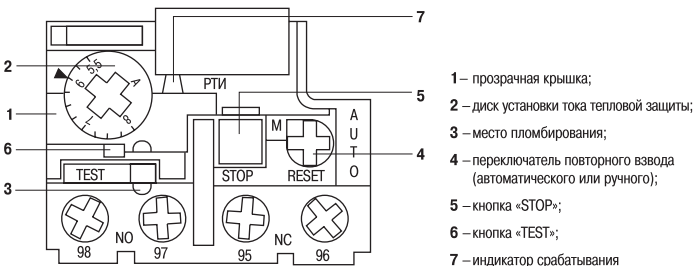

Рисунок 6. Передняя панель реле
4.4 Рукоятки управления настройкой реле расположены на передней панели (рисунок 6).